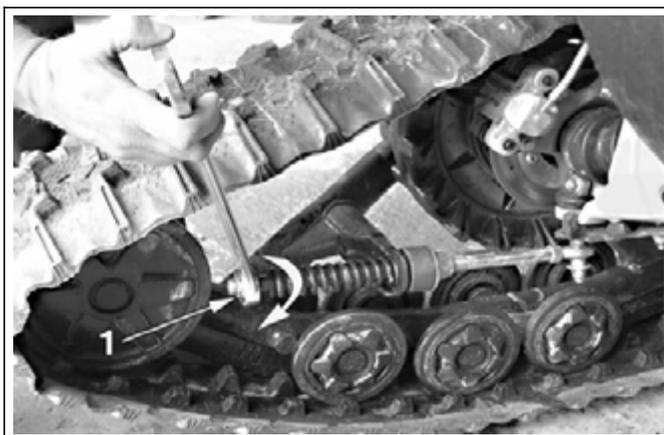
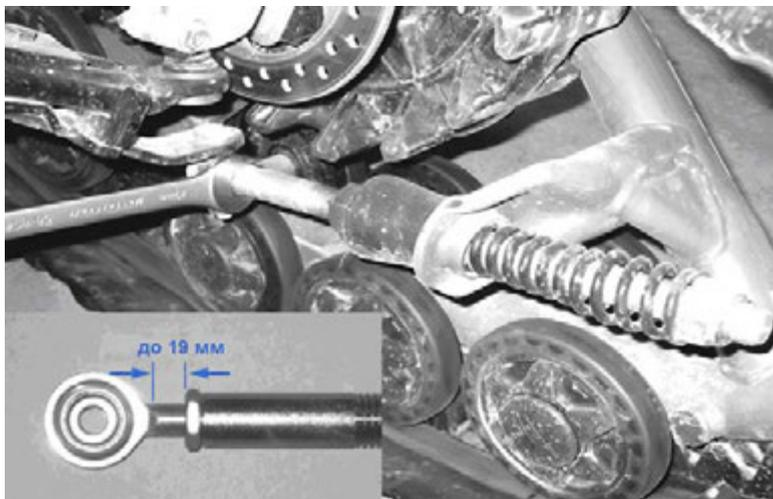

Рис. 6. Сжатие пружины
Рис.7
- Повернуть гайку (поз.1) до вхождения в контакт с пружиной, после чего сжать пружину поворотом гайки на полтора оборота (как на рис. 6).
НА ЗАМЕТКУ: В тех редких случаях, когда движение гайки (поз.1 на Рис. 6), сжимающей пружину, происходит у самого конца резьбовой части выравнивающей штанги, можно удлинить резьбовую часть, ослабив зажимную гайку (см. Рис. 7) и согнав её на конец штанги, что позволит получить ещё до 19 мм резьбы. После завершения операции зажимную гайку нужно надёжно затянуть.